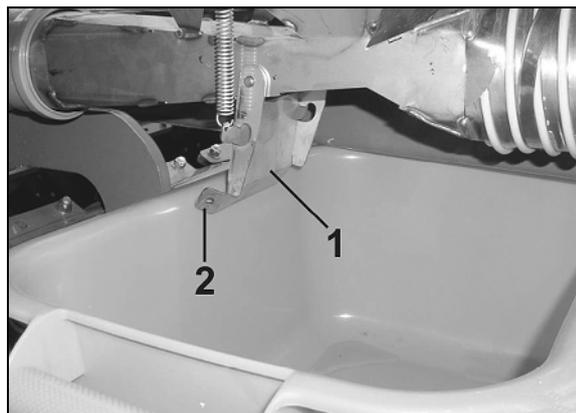

Fig. 99
8. Injektorschleusenklappe (Fig. 99/1) öffnen.
beim Öffnen und Schließen der Injektorschleusenklappe (Fig. 99/1)!**
**Injektorschleusenklappe nur an der Lasche (Fig. 99/2) anfassen, sonst besteht Verletzungsgefahr beim Zuschlagen der federbelasteten Injektorschleusenklappe (Fig. 99/1).**
**Niemals mit der Hand zwischen Injektorschleusenklappe (Fig. 99/1) und Injektorschleuse fassen!**
10. Die Injektorschleusenklappe (Fig. 99/1) mit besonderer Vorsicht schließen (Quetschgefahr!).
12. Die Injektorschleusenklappe (Fig. 99/1) öffnen.